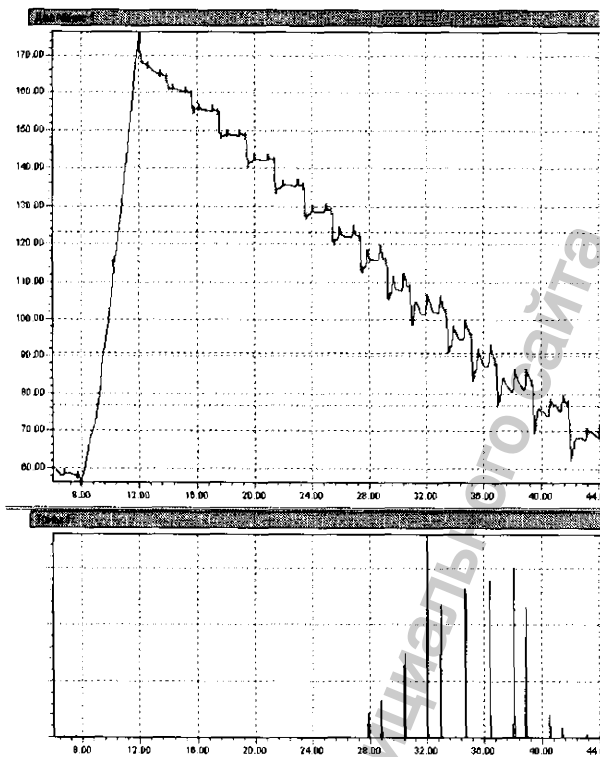

Рис. 5. Типовая запись сигналов в процессе измерения АД: вверху - давление в манжете (осциллограмма), внизу - тоны Короткова
- после того, как пульс найден, монитор нагнетает давление в манжете до значения, на 20-30 мм рт. ст. превышающего систолическое АД пациента (в первых измерениях, когда прибор адаптируется к пациенту, или при существенном изменении АД по отношению к предыдущему измерению, превышение давления в манжете над систолическим АД может быть больше). Зафиксировав давление в манжете, монитор ждет два сердечных цикла, и сравнивает форму двух обнаруженных осциллометрических пульсаций. Если они оказываются близкими, их амплитуды измеряются и заносятся в осциллометрическую таблицу для дальнейшего использования при определении давления. Если же форма этих двух пульсов оказывается различна, то прибор считает их артефактами движения, а не результатом сокращений сердца, и соответственно, отбраковывает. После занесения данных об амплитуде осциллометрических пульсаций в таблицу прибор слегка уменьшает давление в манжете, и весь цикл повторяется вновь (отрабатывается следующая "ступенька"). Так продолжается до тех пор, пока прибор не накопит достаточно данных для определения систолического, диастолического и среднего АД (Рис. 5).
Одновременно с осциллометрическим методом, монитор может выполнять измерение АД дополнительным аускультативным методом. При этом анализируется сигнал с датчика тонов Короткова (Рис. 5, внизу). По мере снижения давления в манжете I фаза тонов Короткова (уровень систолического АД) определяется по резкому возрастанию амплитуды сигнала тонов Короткова. V фаза тонов Короткова (уровень диастолического АД) определяется по резкому снижению амплитуды сигнала тонов Короткова.
Все мониторы "БиПиЛаб" и "БиПиЛаб-М" имеют функцию **регистрации первичных сигналов** (Рис. 5). Эти записи, хранящиеся в мониторе, позволяют по окончании мониторинга оценить ход процесса каждого измерения и принять обоснованное решение о достоверности измерения. При этом давление в манжете (осциллограмма) регистрируется всегда, а тоны Короткова - в вариантах комплектации с соответствующим каналом.